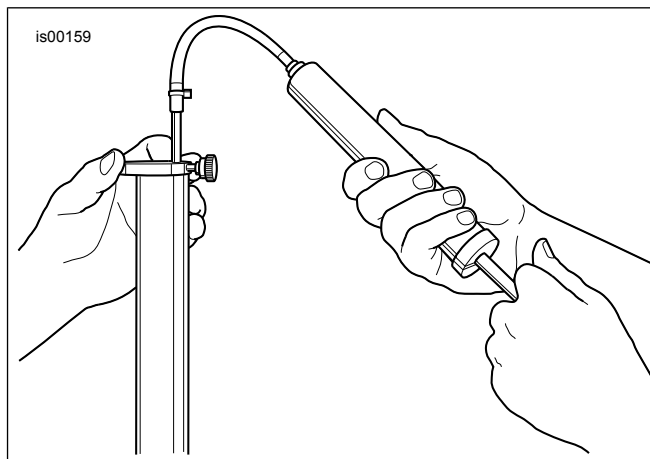

Figura 8. Îndepărtați excesul de ulei de furcă (HD-59000B)
- A se vedea figura 8. Obțineți indicatorul de nivel ulei furcă frontală (HD-59000B).